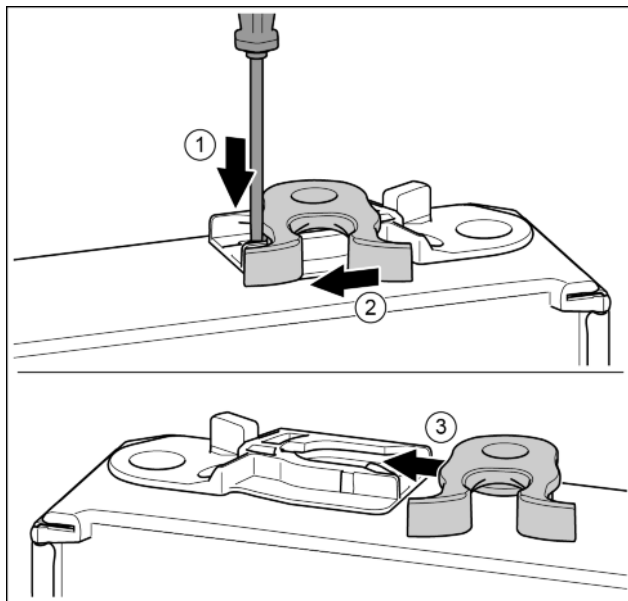

Fig. 16
- ▶ Нажать накладку шлицевой отверткой вниз. Fig. 16 (1)
- ▶ Запорный крючок вывести из направляющей. Fig. 16 (2)
- ▶ Запорный крючок вставить в направляющую с другой стороны. Fig. 16 (3)